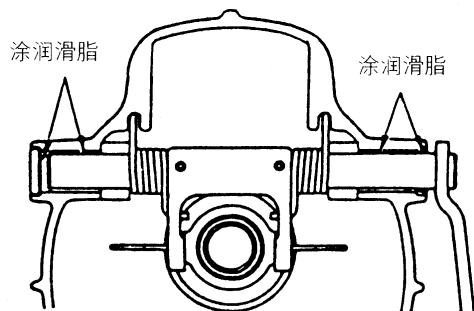

图 3-14 在离合器壳体的储油槽内充填润滑脂
(1) 如图 3-14 所示，安装分离叉轴时，对分离叉轴表面涂润滑脂。对离合器壳体的储油槽内充填润滑脂。所规定的润滑脂为三菱牌润滑脂产品号 0101011 或相当的品种。